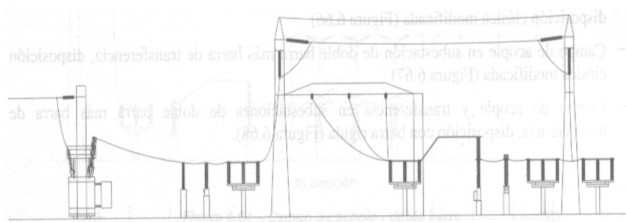

Fig. 2: Conexión a la carga desde la barra principal con transferencia 2.
- 1) Analizando la imagen podemos observar que parece ser una disposición constructiva clásica (incluyendo el módulo de transformación); al dibujo le falta un seccionador (componente 2 de la Fig. 2) y la barra principal: